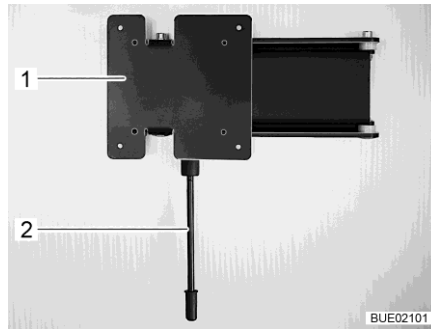

Fig. 90 Soporte de pared
- Tirar la palanca de desbloqueo (Fig. 90,1) hacia abajo y girar el soporte (Fig. 90,2) con la pantalla plana a la posición deseada.